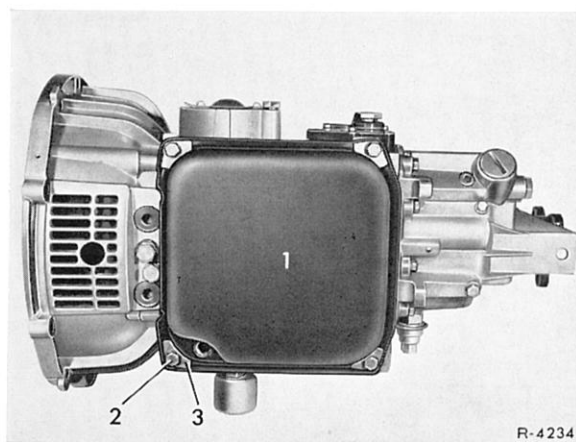

Bild 27-1/1
Ölwanne nach Lösen der vier Befestigungsschrauben (2) samt Dichtung und Unterlegblech (3) abnehmen (Bild 27-1/1).